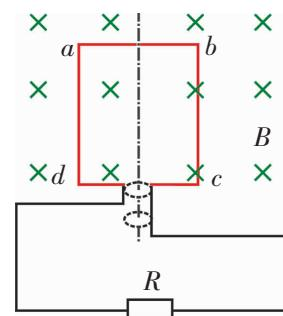

图 2-2-5
4. 如图 2-2-5 所示，线圈 $abcd$ 的面积是 0.05 m^2 ，共 100 匝，线圈总电阻为 1Ω ，外接电阻 $R = 9 \Omega$ ，匀强磁场的磁感应强度 $B = \frac{1}{\pi} \text{ T}$ 。当线圈以 300 r/min 的转速匀速旋转时，求：